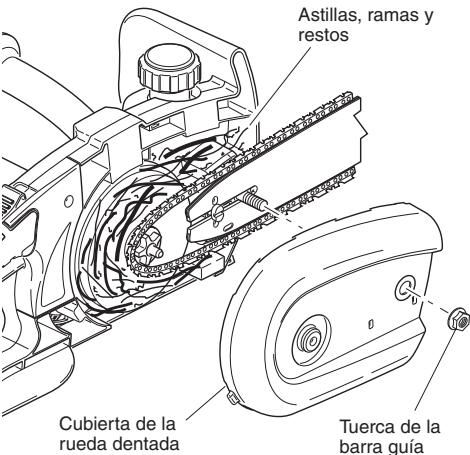

Figura 10 - Remoción y limpieza de restos de la tapa de la rueda dentada
- 2. Afloje y quite la tuerca de la barra guía (vea la Figura 10).